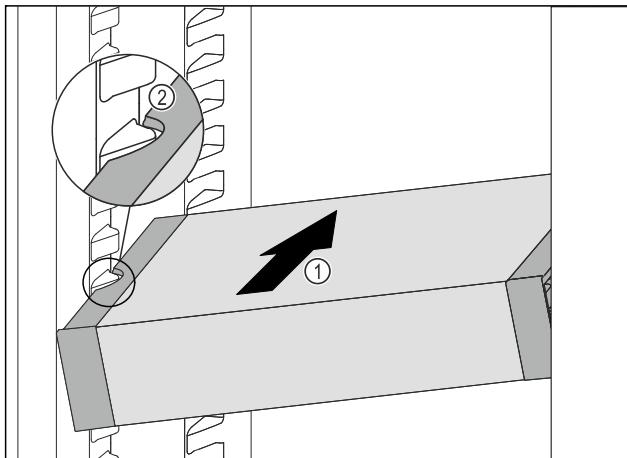

Fig. 129
- VarioSafe zasúvajte šikmo do chladničky Fig. 129 (1), kým sa bočné vybrania Fig. 129 (2) VarioSafe nebudú nachádzať vo výške rebra nádoby v chladničke.